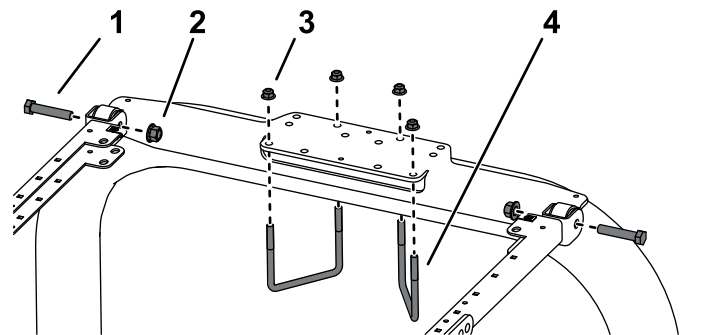

Bild 3
1. Befestigen Sie die Befestigungshalterung des Überrollschutzes an der Oberseite des Überrollbügels der Zugmaschine (Bild 3).
2. Befestigen Sie den Rahmen an der Befestigungshalterung des Überrollschutzes (Bild 3).